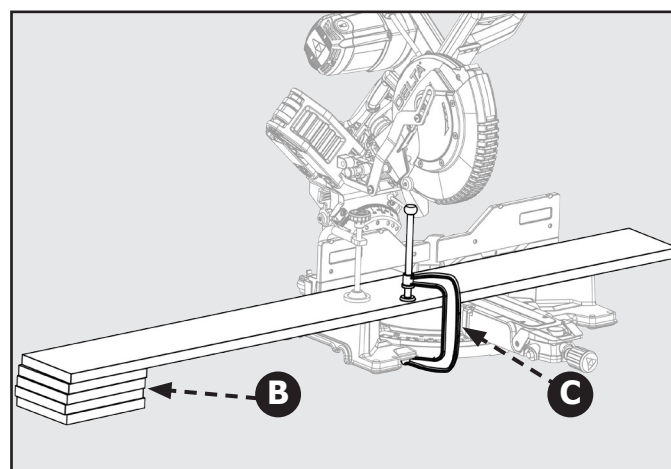

Figura 16
En la mayoría de los casos, las extensiones de la mesa incluidas (apoyos de las piezas de trabajo) serán suficientes para apoyar las piezas de trabajo más largas. Si no son lo suficientemente largas, la pieza de trabajo deberá apoyarse desde fuera de la sierra. Se puede utilizar un apoyo adicional (B) para lograr que la pieza de trabajo quede apoyada de forma plana en la mesa de la sierra. Utilice la abrazadera de fijación incluida o una abrazadera C (C) para asegurar la pieza de trabajo a la mesa de la sierra ingletadora. Consulte la Figura 16.